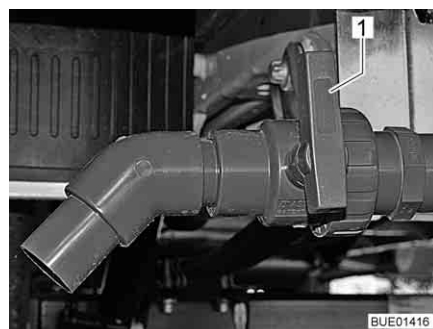

Fig. 234 Rubinetto di scarico
- Girare la maniglia (Fig. 234,1) del rubinetto di scarico nella direzione di scorrimento.